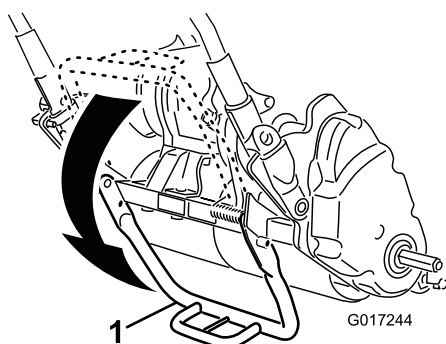

Figura 18
1. Spingete verso il basso con il piede al centro del cavalletto e sollevate il supporto della maniglia inferiore in modo che il cavalletto ruoti in avanti e sul centro (Figura 18).